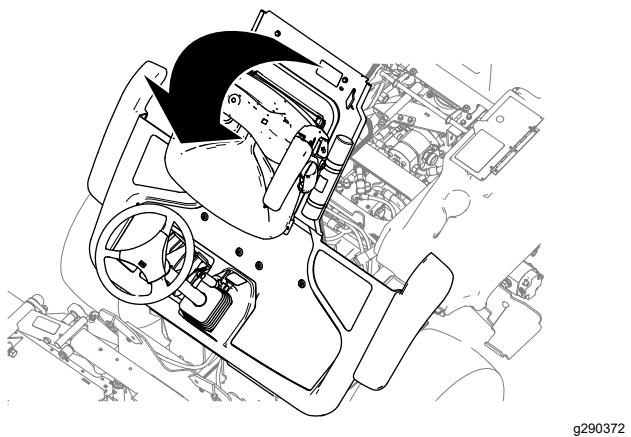

**Bild 43**
1. Bewegen Sie den Sperrriegelgriff der Plattform (Bild 43) zur Vorderseite der Maschine, bis die Sperrhaken die Sperrstange freigeben.